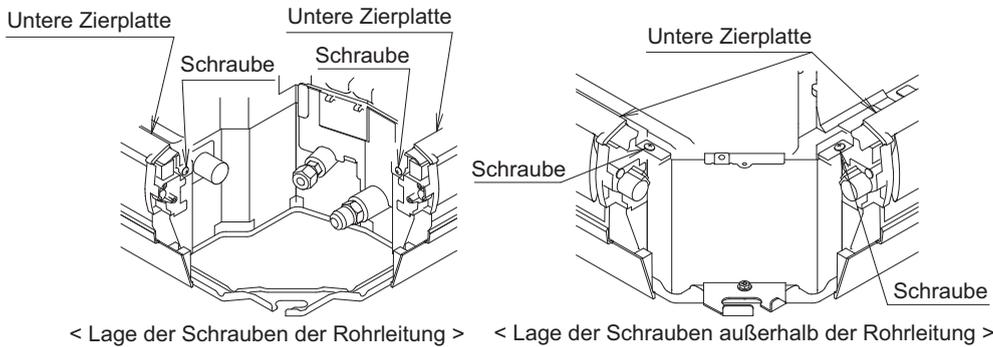

Abb. 14
- * Wenn es schwierig ist, das Sperrmaterial einzusetzen, lösen Sie zuvor die Schrauben links und rechts auf der unteren Zierplatte. Achten Sie darauf, die gelösten Schrauben nach der Fixierung des Sperrmaterials wieder festzuziehen. **(Siehe Abb. 14)**